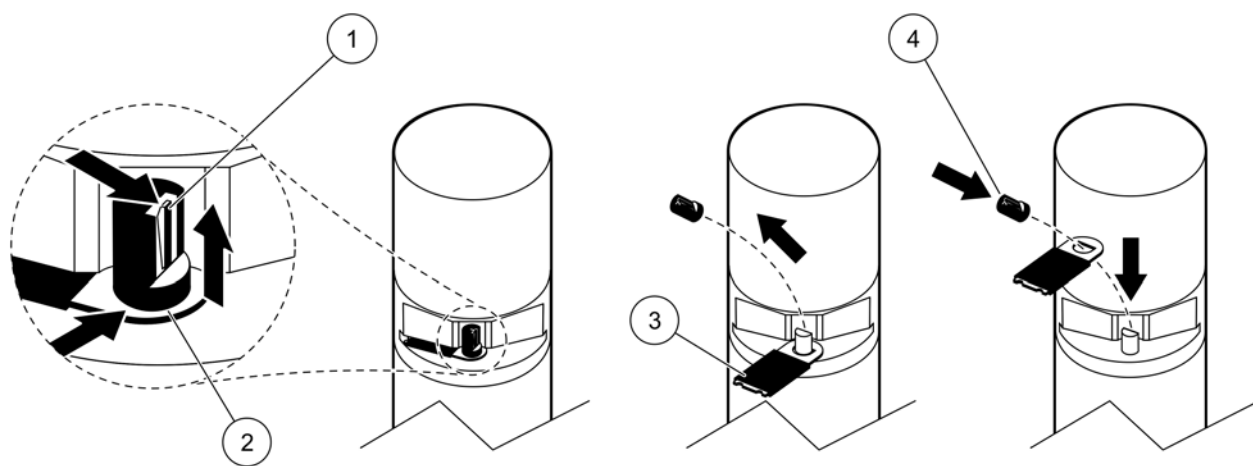

Figura 8 Sostituzione del gommino tergisensore
Per sostituire il gommino tergisensore, fare riferimento a Figura 8 e alla procedura di seguito indicata.
9. Sollevare la linguetta di bloccaggio (Figura 8, punto 1), sollevare il fondo del cappuccio e rimuoverlo (Figura 8, punti 2 e 3).
11. Il tergisensore si estende automaticamente. Sostituire il gommino tergisensore (Figura 8, punto 4) e riposizionare il cappuccio (Figura 8, punto 5).